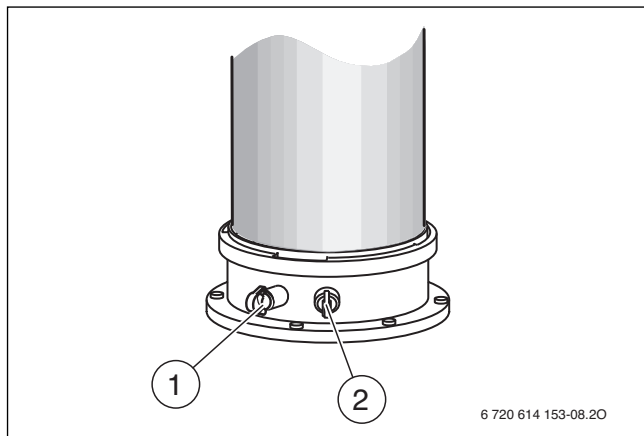

Bild 83
- ▶ Stopfen am Verbrennungsluft-Messstutzen [2] entfernen (→ Bild 83).
- ▶ Stopfen am Abgasmessstutzen [1] entfernen (→ Bild 83).